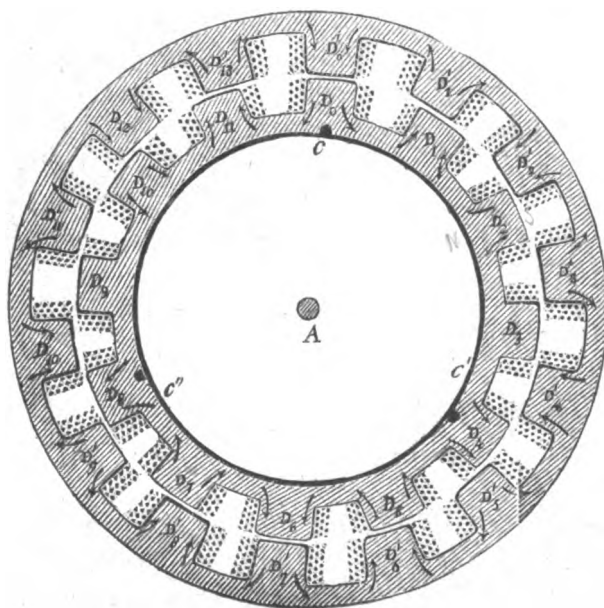

Fig. 1.
**Dinamo tipo A.** — Colla Fig. 1 ho voluto rappresentare una sezione trasversale di una delle dinamo che studio: le parti in ferro sono cilindriche ed hanno per diret-
(2) Il presente lavoro era quasi completamente finito allorchè venni a conoscenza della nota di Hefner-Altenack. Avendo chiesto all'illustre fisico perchè dopo la sua pubblicazione non si parlò più della sua dinamo, mi rispose non poterne precisare le ragioni; che nella casa Siemens e Halske non fu adottata, perchè si era soddisfatti di altri tipi e non se ne volle complicare la fabbricazione con dei nuovi; e che altre pubblicazioni su questo soggetto oltre alla sua non gli erano affatto note.
Supponiamo adesso che l'indotto abbia rapporto all'induttore la posizione disegnata nella Fig. 1, nella quale ho supposto che i piani di simmetria dei denti  $D_0$  e  $D'_0$ , e quindi anche quelli di  $D_6$  e  $D'_7$ , siano in coincidenza; poniamo che la corrente induttrice determini la polarità nord nei denti  $D'_0, D'_2, D'_4 \dots D'_{12}$  e la polarità sud nei denti  $D'_1, D'_3, D'_5 \dots D'_{13}$ . Indichiamo con  $F_0, F_1, F_2, \dots F_{11}$  i flussi magnetici, che nella posizione disegnata attraversano una spirale dei denti  $D_0, D_1, D_2 \dots D_{11}$  rispettivamente; pigliamo come
Poniamo inoltre che si sia fatta comunicare la  $1^a$  lamina colla  $13^a$ , colla  $25^a$ , colla  $37^a$  ... colla  $73^a$ ; la  $2^a$  colla  $14^a$ , colla  $26^a$ , colla  $74^a$  ...; la  $12^a$  colla  $24^a$ , colla  $36^a$ , ... colla  $84^a$ . Partendo dalla posizione disegnata nella Fig. 1, nella quale una spazzola deve toccare per uguale estensione la  $1^a$  lamina e la  $84^a$ , mentre l'altra deve toccare pure per uguale estensione la  $6^a$  e la  $7^a$ , è chiaro che quando l'indotto, al quale il collettore è fissato, gira p. e, nel senso delle lancette d'un orologio la comunicazione tra le spazzole, che suppongo fisse, ed i tratti di unione fra le spirali indotte vengono stabilite nel modo che la teoria sviluppata richiede. In modo analogo bisogna procedere nel caso generale in cui l'induttore avesse  $2m$  denti e l'indotto  $2m - 2$ .